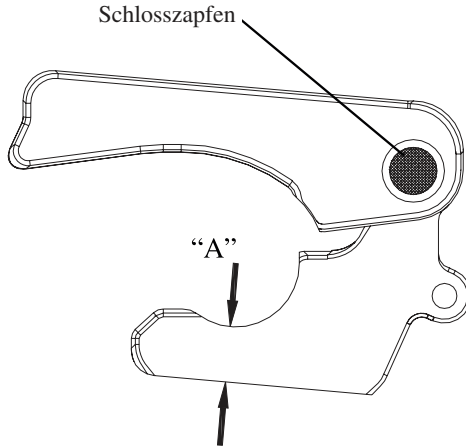

Abbildung 12 - Einbaulage des Schlosszapfens
3. Sattelkupplung auf Verschleiß prüfen. Wenn Maß "A" (siehe Abb. 12) weniger als 20,25 mm beträgt, wird ein Schlosstück-Austauschsatz benötigt.
Beim Schlosszapfen (siehe Abb. 12) handelt es sich lediglich um einen Drehzapfen, der auslegungsgemäß kleiner als die Bohrung im Schloßstück ist. Damit ist Spiel vorhanden, was es dem Schloßstück ermöglicht, jederzeit vollständig im Kontakt mit Königszapfen und Verschlussriegel zu stehen.
Liegt am Schloßstück Untermaß vor (Maß A in Abb. 12) unter 20,25 mm), wird ein Schloßstück-Austauschsatz benötigt.